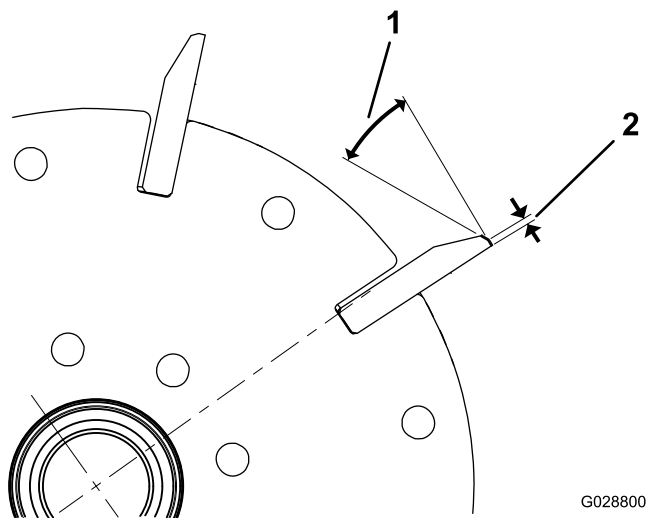

Figura 25
1. Applicare un'ulteriore rettifica di 30 gradi sulle lame del cilindro in modo da ottenere una larghezza di 1,3 mm (Figura 25).